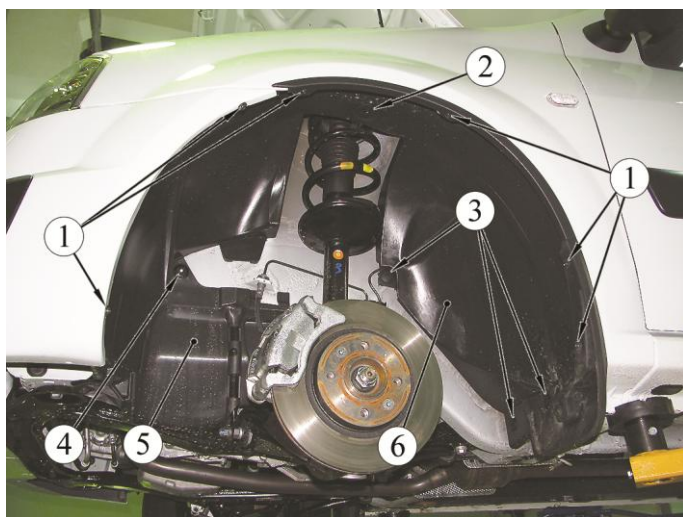

Рисунок 8-1 – Кожух защитный арки переднего колеса:
- отвернуть шесть винтов самонарезающих 1, рисунок 8-1;